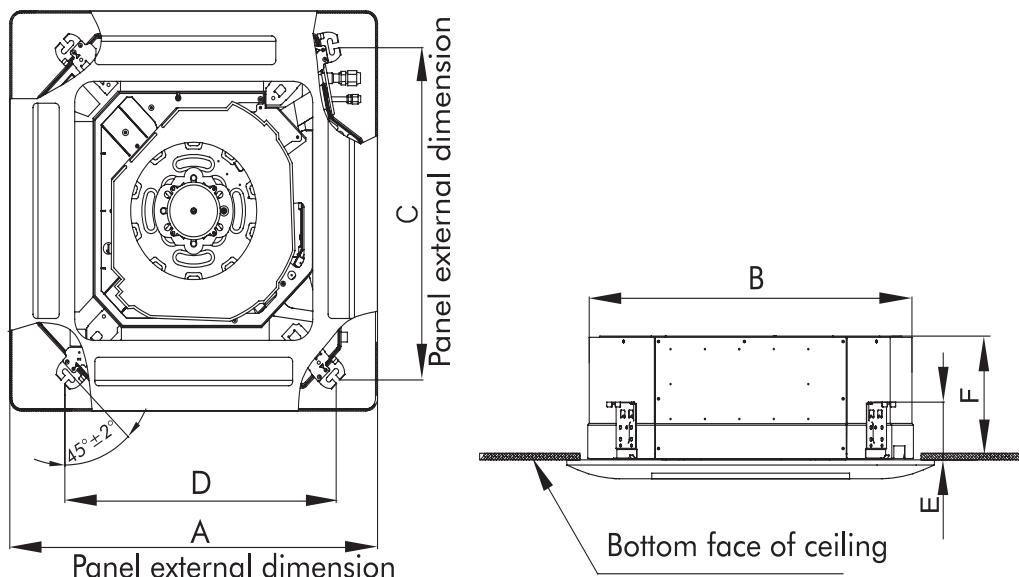

Рис. 7
1. Для определения места расположения подвесных болтов следует использовать шабл (поставляется в комплекте с панелью). Отношения размеров показаны на рис. 7 и в таблице